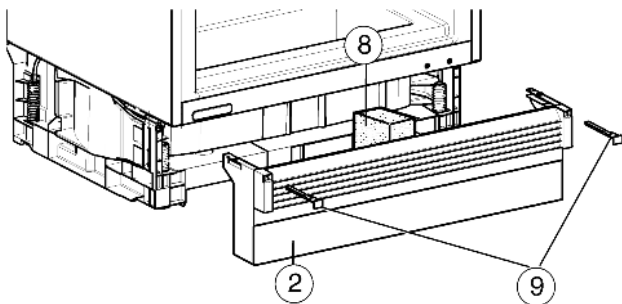

Fig. 10
- ▶ Inserire un elemento in materiale espanso Fig. 10 (8) - importante per il circolo separato dei flussi d'aria!
- ▶ Applicare nuovamente il pannello dello zoccolo Fig. 10 (2) e tirare in avanti finché il bordo anteriore della griglia di ventilazione e il pannello dello zoccolo del mobile non sono allo stesso livello!
- ▶ Fissare il pannello dello zoccolo: Inserire un blocco Fig. 10 (9), fissando il pannello dello zoccolo.